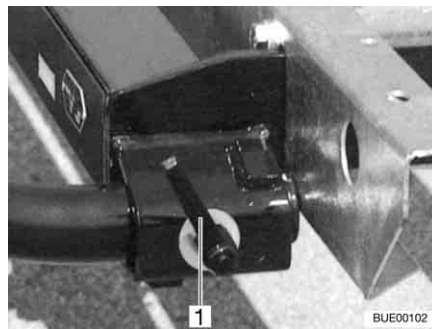

Fig. 4 Verrouillage rapide
- Emboîter le porte-charge à gauche et à droite dans les fixations sur le cadre et le bloquer avec un verrouillage rapide (Fig. 4,1).
- Ouvrir le verrouillage rapide (Fig. 4,1) et retirer le porte-charge des fixations du cadre.